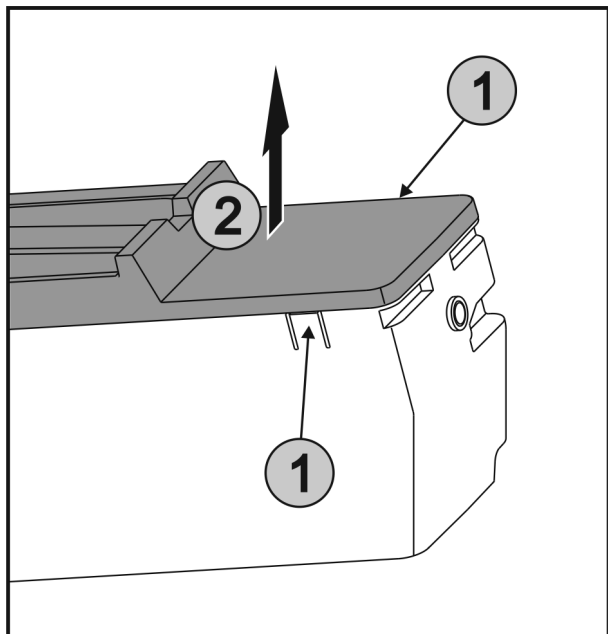

Fig. 68
- ▶ Stlačte západky Fig. 68 (1) na obou stranách EasyTwist-Ice současně a sejměte kryt Fig. 68 (2) směrem nahoru.